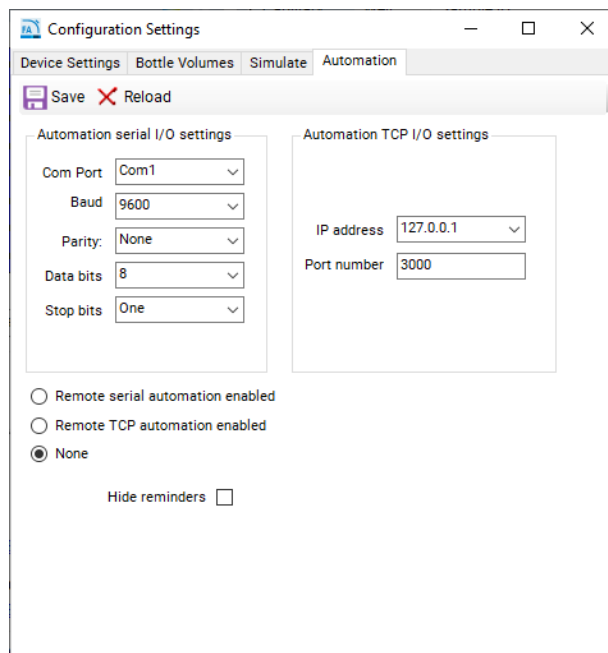

Figure 108 Menu de configuration de l'automatisation du 5400 Fragment Analyzer
La fenêtre **Configuration Settings** (Paramètres de configuration) s'affiche (figure 108).
- 7 Pour activer les communications par port série, sélectionnez **Remote serial automation enabled** (Automatisation à distance par port série activée) et assurez-vous que les paramètres sont définis conformément aux paramètres indiqués dans la section « **Spécifications de communication du 5400 Fragment Analyzer** », page 166 et dans la **figure 108**.